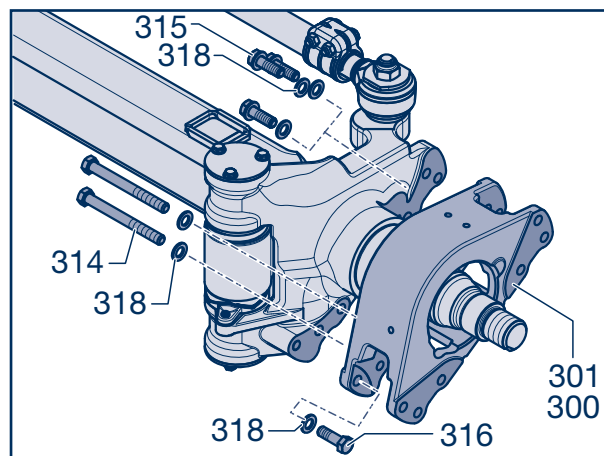

Fig. 2
☞ Bei Ausführung mit B-Nabe muss zwischen der Scheibenbremse und dem Lenkschenkel ein Halter montiert werden (Fig. 2).
- [1] Anlageflächen Bremsträger / Halter / Bremssattelträger reinigen (Fig. 2). Diese müssen sauber, farb- und fettfrei gehalten werden.
- [2] Halter (300, 301) mit einer Passschraube (316) und Scheibe (318) lose am Bremsträger befestigen (Fig. 2).
- [3] Halter (300, 301) mit neuen Zylinderschrauben (314, 315) und Scheiben (318) am Bremsträger verschrauben und alle Schrauben mit 300 Nm (280 - 330 Nm) festziehen (Fig. 2).
- [4] Bremssattelträger am Halter (300, 301) mit neuen Schrauben (315) und Scheiben (318) montieren.
For designs with B hub, a holder must be mounted between the disc brake and the steering pivot assembly (Fig. 2).
- [2] Use a fitting screw (316) and a washer (318) to loosely fix the holder (300, 301) to the brake anchor plate (Fig. 2).
- [3] Use new cylinder head screws (314, 315) and washers (318) to screw the holder (300, 301) to the brake anchor plate and tighten all screws with 300 Nm (280 - 330 Nm) (Fig. 2).
- [4] Use new screws (315) and washers (318) to mount the brake calliper mounting to the holder (300, 301).